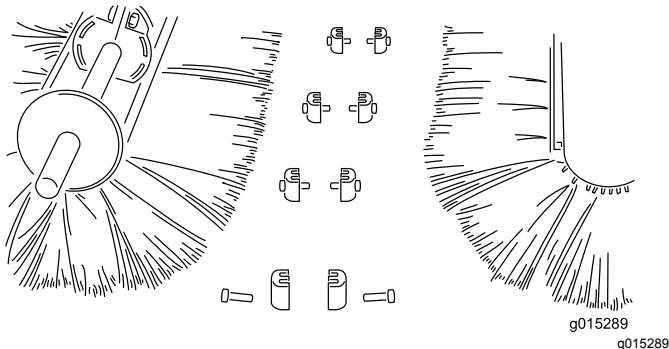

Bild 30
4. Trennen Sie die Bürstenhälften und werfen Sie die beschädigten Abschnitte weg (Bild 30)